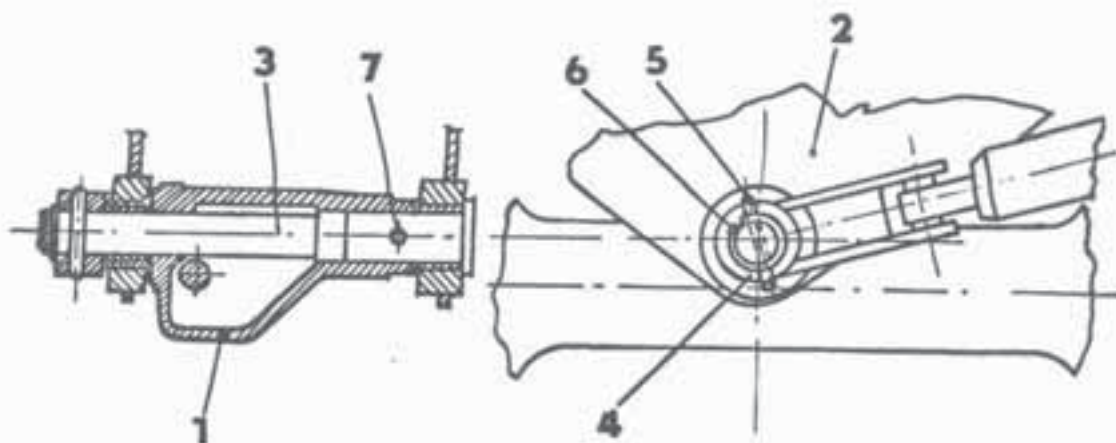

Рис.162. Закрепление моста
6. Снять с пальца /рис.162, поз.3/ стопорное кольцо 6, выбить штифт 5 и снять вилку 4.